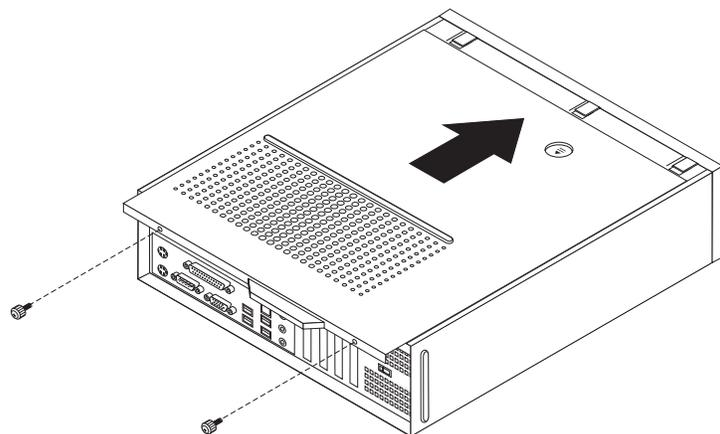

図 39. カバーの取り付け
5. コンピューターのカバーを元の位置に戻し、電源コードを接続します。39 ページの図 39 を参照してください。